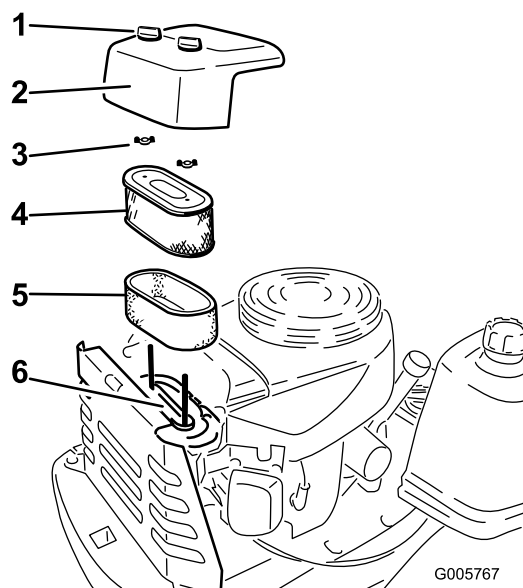

Figura 24
3. Limpie alrededor del limpiador de aire de forma que la suciedad no penetre en el motor y cause daños. Afloje los dos pomos de plástico de la tapa y retire la tapa del limpiador de aire (Figura 24).
4. Separe cuidadosamente el filtro de gomaespuma del filtro de papel (Figura 24).
5. Desenrosque las tuercas de orejeta y retire el filtro de papel (Figura 24).